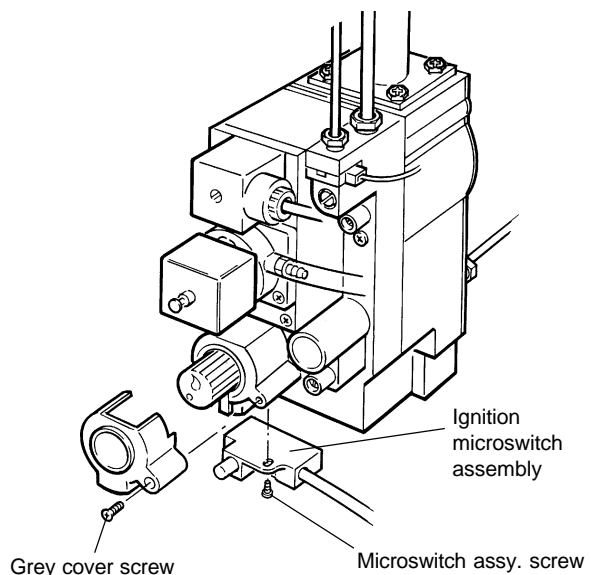

Fig. 24
8.12 IGNITION MICROSWITCH ASSEMBLY - Fig. 24